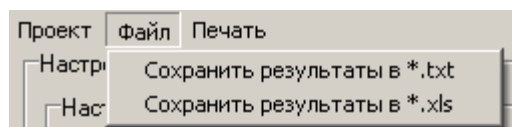

Рисунок 23. Элемент меню «Файл»
2) Подменю «Файл» служит для сохранения протокола поверки в текстовом файле или файле Microsoft Excel. Состоит из двух элементов (см. рисунок 23):